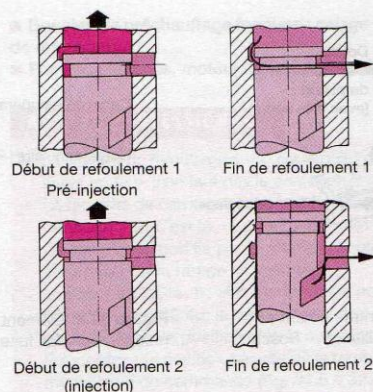

Figure 32.11. Élément fractionneur de débit Bosch
Ce système assure une « pré-injection » d'un volume précis de combustible, avant l'injection principale, et permet une réduction sensible du bruit de combustion (fig. 32.11).
- C'est le début de refoulement 2 (fig. 32.11) qui correspond au repère de calage et à la pré-course indiquée sur la fiche constructeur, sur un élément fractionneur de débit.